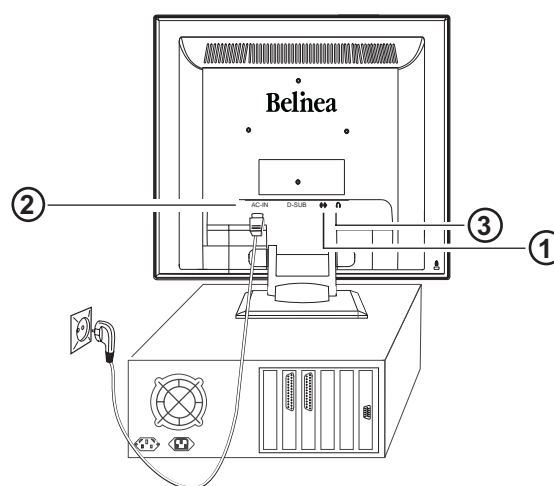

Figure 3. Raccordement du moniteur à la source d'alimentation électrique
Si votre ordinateur est équipé d'une sortie son, connectez une extrémité du câble son à l'entrée audio du moniteur (① à la fig. 3) et l'autre extrémité au connecteur de sortie audio (« Line-Out ») de l'ordinateur.
Connectez le câble d'alimentation électrique (② à la fig. 3) au moniteur d'une part, et à une prise électrique murale avec mise à la terre d'autre part.
Si vous possédez un casque d'écoute, vous pouvez le connecter au jack du moniteur (③ à la fig. 3).